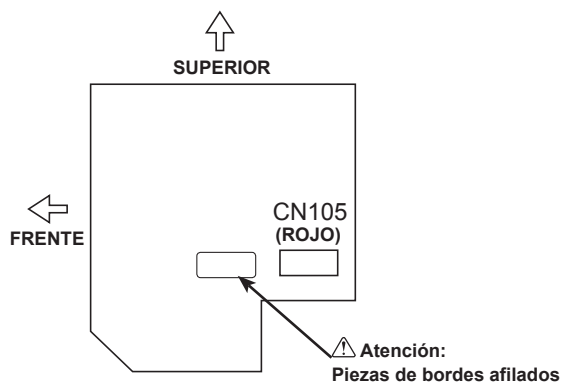

Fig. 6-6
7. Conecte firmemente el código eléctrico de la interfaz de radiofrecuencia a CN105 (ROJO) de la placa del controlador interior. (Fig. 6-6)
- (D) Cubierta del cuadro eléctrico (parte superior)
- (E) Cubierta del cuadro eléctrico (lateral)
- (F) Tornillo (cubierta superior)
- (G) Tornillo (cubierta lateral)
- (H) Termistor de temperatura de la sala (TH1)
- (I) Tornillo (cubierta lateral)
- (J) Placa del controlador interior